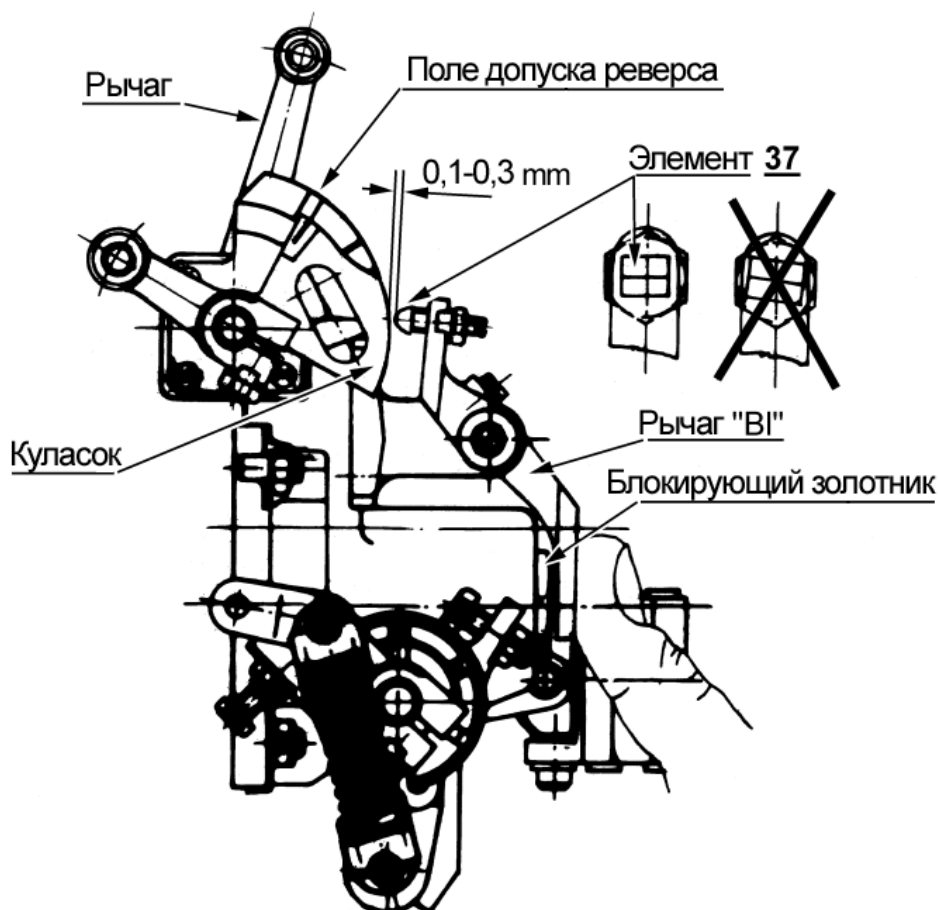

Рисунок 11-18 Регулировка осевого зазора блокирующего золотника
- е) Вдавить рукой блокирующий золотник до упора и листовыми измерителями проверить зазор между кулачком и регулировочным элементом [37] на рычаге "B". Предписанный зазор 0,1-0,3 мм (Рисунок 11-18).